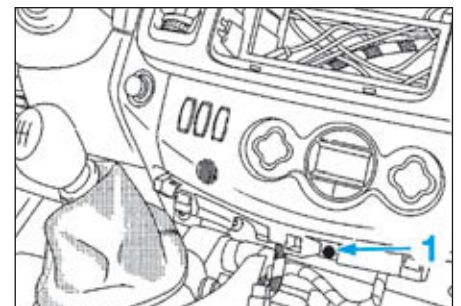

FIG.53
- la vis (1) de la façade centrale (Fig.53),